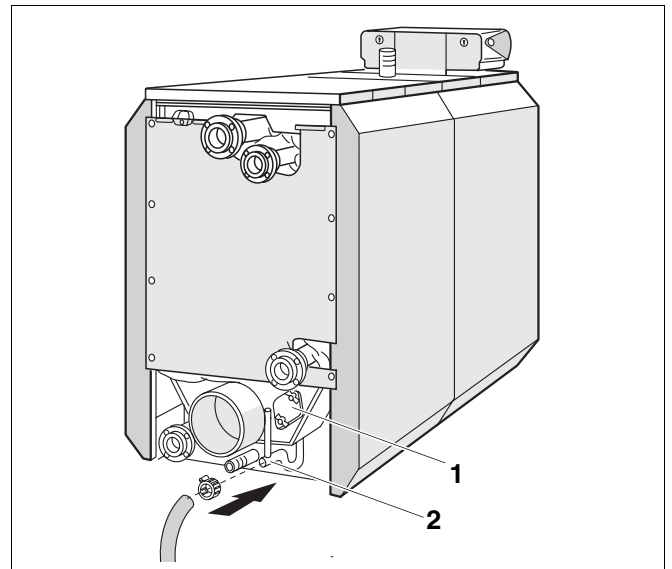

Fig. 24 Montering af neutralisationsenhed
- Fastgør afløbsslangen til kondensatudløbet (vandlåsen) (fig. 24, **pos. 2**) med et spændebånd.
Kondensatudløbet (fig. 24, side 19) må ikke tilstoppes ved rengøringen.
- Kontrollér og rengør eventuelt røgkassen og kondensatudløbet gennem renseåbningen (fig. 24, side 19).
| 6 | Skrue afløbsslangen til neutralisationen (kondensatudløbet) af (fig. 24, side 19) | | | | | | | | |
| 9 | Skyl kondensatudløbet (vandlåsen) igennem (fig. 24, side 19) | | | | | | | | |